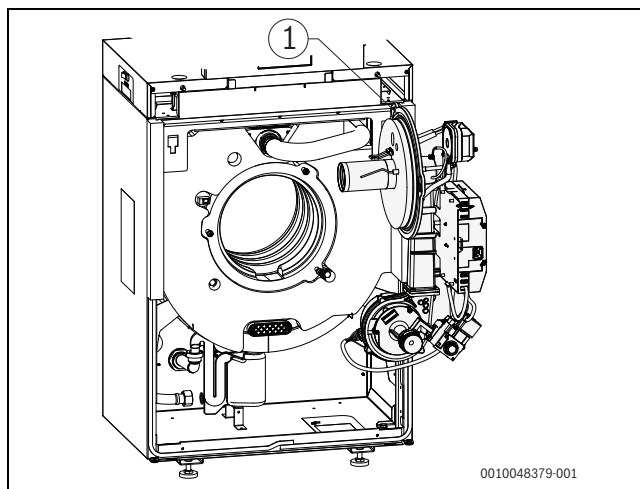

Fig. 29 Brûleur en position de service
- Avant de monter le brûleur, vérifier que le joint torique (→ Figure 29) est bien en place et corriger si nécessaire.